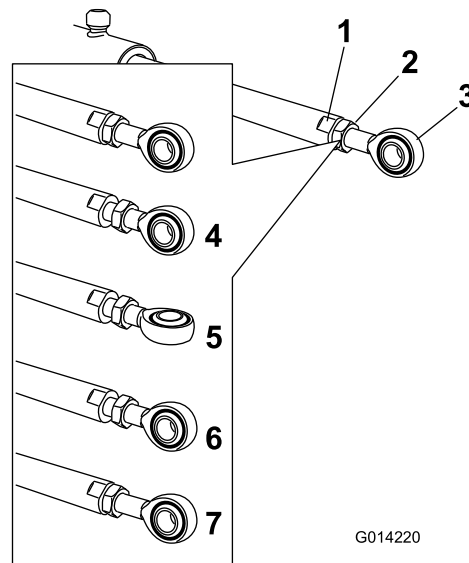

Figura 64
5. Utilize uma chave nos lados planos do acionador para imobilizar e, em seguida, desaperte a porca para permitir que a barra do olhal seja ajustada (Figura 64).
6. Rode a barra do olhal na barra do olhal para diminuir ou aumentar o acionador estendido para a posição desejada (Figura 64).